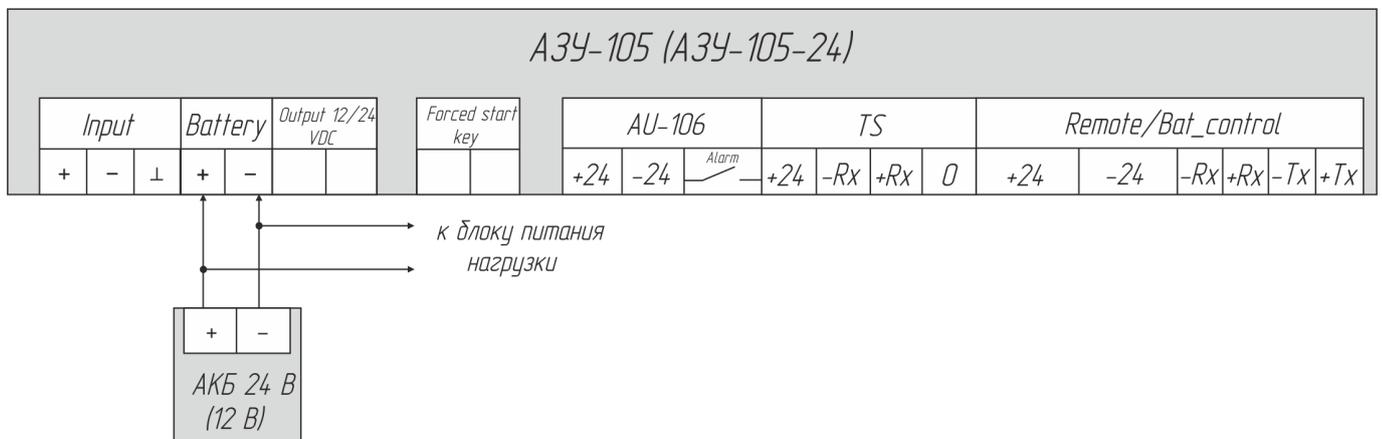

Рисунок 4 – Схема прямого подключения нагрузки к АКБ
1.3.2.4 Подключение нагрузки к АКБ может осуществляться двумя способами: прямым и коммутлируемым, см. рисунок 4–5, соответственно.